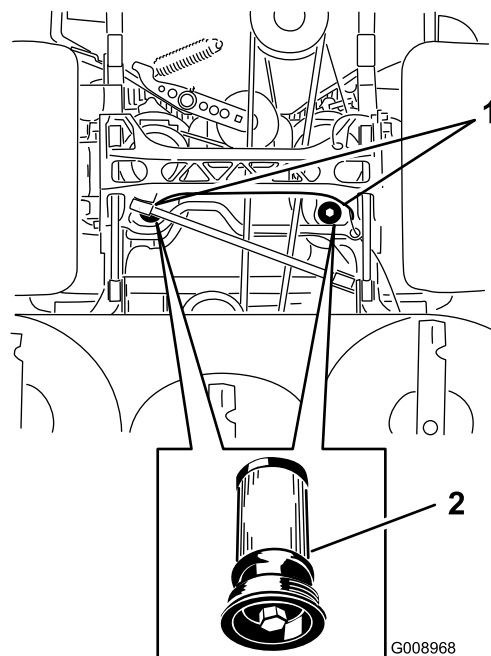

Figure 82
5. Placez un bac de vidange sous le filtre, retirez le filtre usagé et essuyez la surface (Figure 82).
6. Appliquez une fine couche d'huile hydraulique sur le joint en caoutchouc du filtre de rechange (Figure 82).